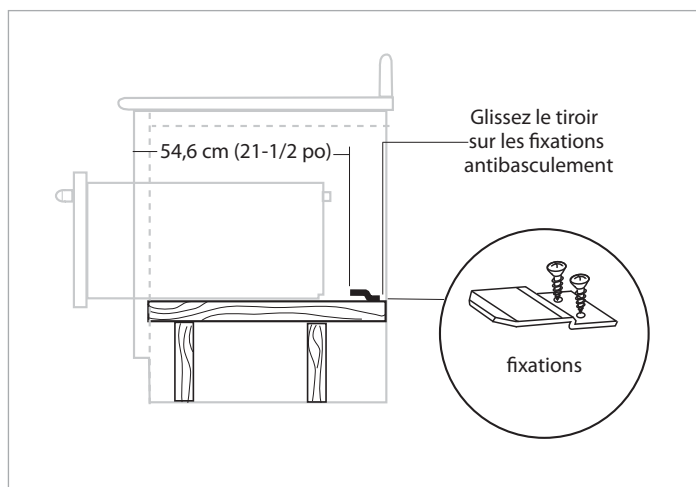

Fig. 11
La section arrière inférieure de l'élément doit être fabriquée en contreplaqué plein ou de deux poutres 2 x 4. Il comporte les clips de montage antibasculement et supporte le poids du tiroir chauffant, à savoir 90 lbs. (voir Fig. 11 et 12). Si on utilise deux poutres de 2 x 4, la distance entre leurs centres doit être de 20" pour pouvoir fixer le tiroir chauffant.
1. Fixez, à l'aide des vis fournies, les fixations de montage qui doivent être installées sur le support inférieur, à l'arrière, pour empêcher tout basculement. Voir les mesures de placement à la figure ci-dessous (voir Fig. 11).